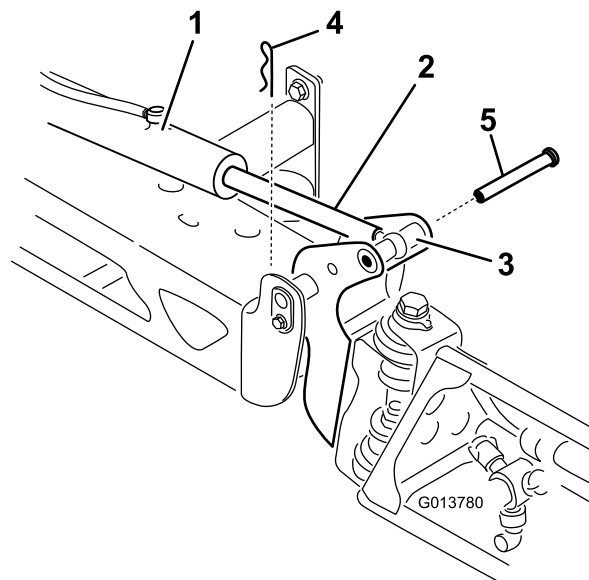

Figura 64
2. Retire la chaveta del pasador de giro (Figura 64).
3. Levante el brazo y retire el pasador (Figura 64). Baje el brazo lentamente al suelo.
8. Eleve el brazo para alinear el pivote con el émbolo del actuador. Sujetando el brazo, introduzca el pasador a través del pivote del brazo y del émbolo del actuador (Figura 64).